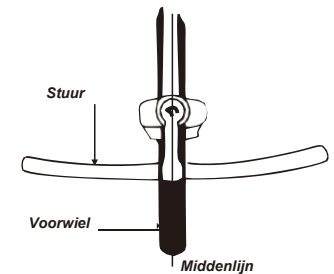

fig.10 Montage van stuur en stuurpen
2) Lijn de stuurpen uit met het voorwiel (zie fig. 10). Draai de expanderbout goed vast met een verstelbare moersleutel.
6) Controleer alvorens u gaat fietsen of stuur en stuurpen goed zijn gemonteerd. Het stuur mag niet in de pen draaien. Als u het voorwiel tussen uw knieën klemt, mag het stuur niet kunnen worden gedraaid als u het probeert heen en weer te bewegen. (Zie fig. 10)